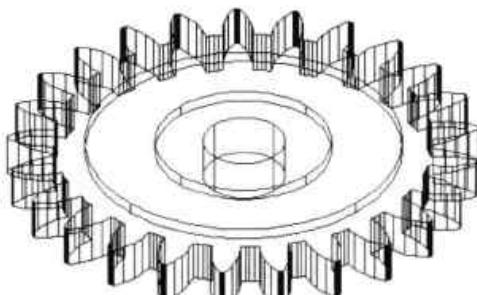

图12-54 绘制齿轮轴
**Step17** 将该圆柱体与齿轮模型进行合并，然后执行“圆柱体”命令，捕捉刚绘制的圆柱体顶面圆心，向 Z 轴负向绘制底面半径为 14mm、高为 15mm 的圆柱体，如图 12-54 所示。